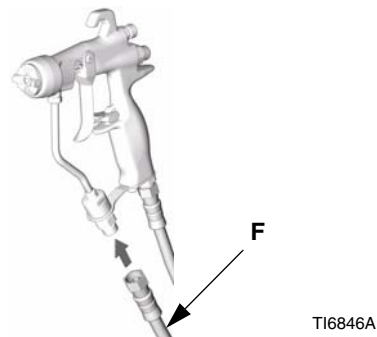

FIG. 4
2. Collegare un flessibile del fluido (F) all'ingresso del fluido della pistola. Vedere FIG. 4. Se lo si desidera, installare un raccordo girevole per il fluido (115898) all'ingresso della pistola, per una migliore manovrabilità. Vedere Accessori, pagina 33.